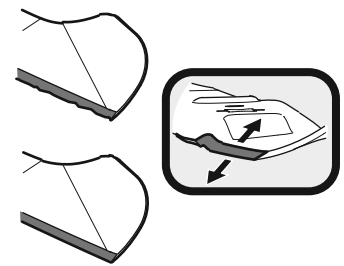

Figura 35
1. Para afilar las cuchillas de corte correctamente, extraiga cantidades iguales de metal de ambos extremos de las cuchillas a lo largo de los bordes cortantes, paralelo al borde de caída, a un ángulo de 25° a 30°. Afile siempre cada borde de las cuchillas de corte de forma pareja para mantener un centrado adecuado entre las mismas. Consulte la Figura 35.